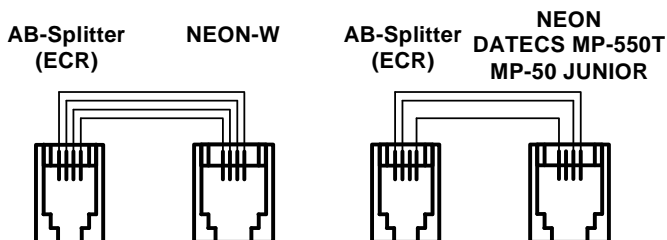

Рис. 4
6. 3. Підключити розгалужувач «AB-Splitter» до ЕККА через роз'єм ECR (Додаток А, Рис. 4).
11. 3. Схеми кабельного з'єднання розгалужувача «**AB-Splitter**» з різними моделями ЕККА зображені на Рис.4.